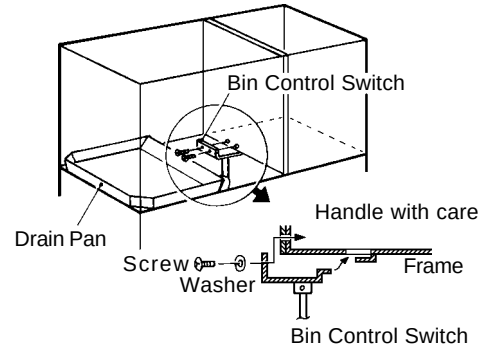

Fig. 7
7) Togliere il nastro da imballaggio dall'interruttore di comando della vaschetta sulla vaschetta di scolo. Collegare l'interruttore di comando della vaschetta al telaio situato in basso a sinistra sull'unità di condensazione e fissarlo con le due viti e le due rondelle in dotazione. Vedere la Fig. 7.